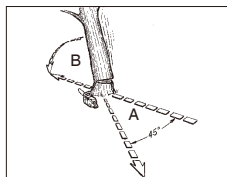

Fig. 11A
⚠ VARNING! En reträttväg (A) ska planeras och om nödvändigt röjd innan sågningen börjar. Reträttvägen bör sträcka sig bakåt och diagonalt från den väntade fallriktningen enligt Fig. 11A.
⚠ VARNING! När fällskäret närmar sig gångjärnet börjar trädet att falla. När trädet börjar falla, ta bort sågen från skäret, stoppa motorn, lägg ned sågen och lämna området på reträttvägen (Fig. 11A).